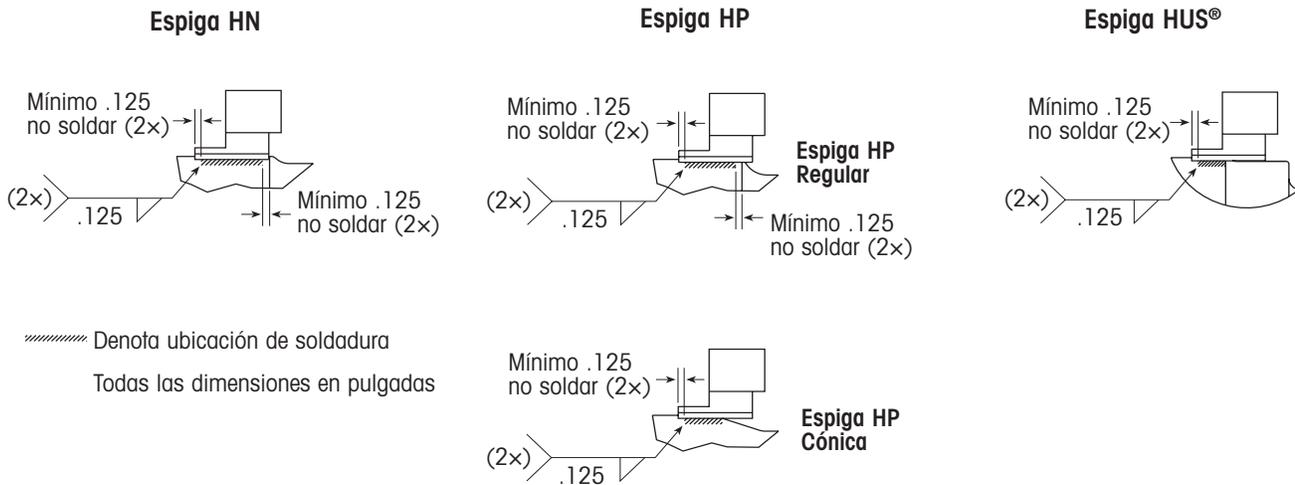

Figura 4. Detalles de soldadura
7. Cuando la ubicación del soporte del ABS y el claro del sensor estén verificados, solde el soporte del ABS al eje con una soldadura de filete de 1/8" (3mm). Refiérase a la figura 4 para la ubicación de la soldadura.